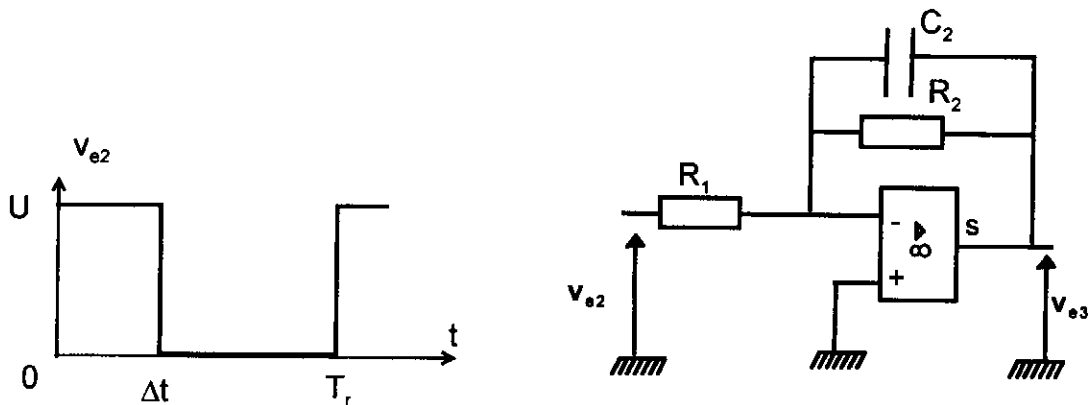

figure 4
Après avoir été transmis, le signal contenant l'information température est récupéré par le dispositif de la figure 4.
5. Préciser qualitativement, le type et l'ordre du filtre utilisé à la figure 4.